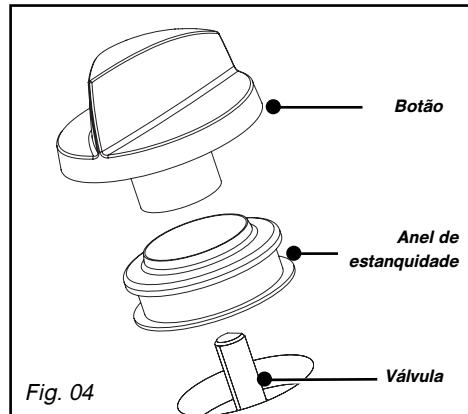

Fig. 04
- **Regular os redutores das válvulas:** estes encontram-se por baixo dos botões (Fig. 04).